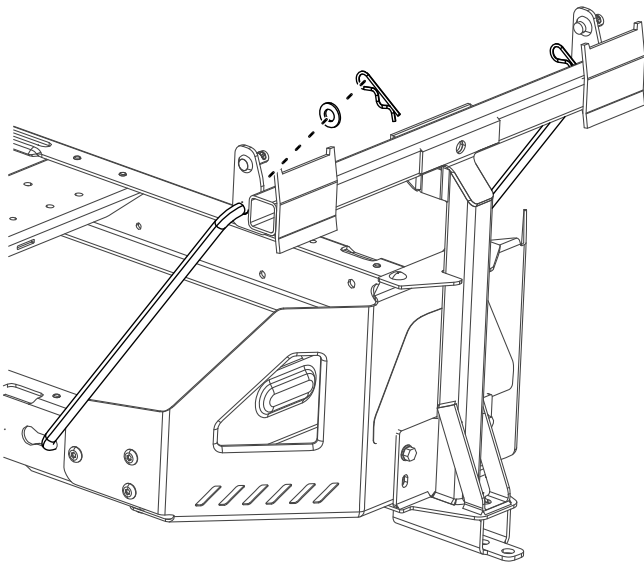

Figure 12
4. Placez l'extrémité évasée et coudée d'une tige dans le trou à détrompeur sur le côté gauche du cadre de la machine, et déplacez la tige vers l'arrière pour l'enclencher dans le cadre (Figure 12).
5. Insérez les extrémités coudées des tiges dans le support de fixation d'accessoire, comme montré à la Figure 12, et fixez-les avec une rondelle et une goupille fendue.
- Montez les supports de pivot sur le cadre pivotant (Figure 12).